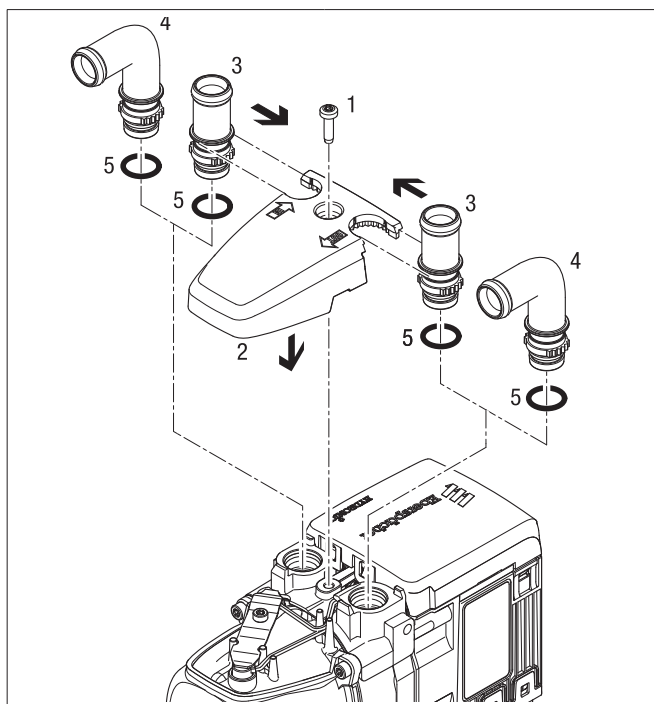

Bild 13
Beroende på monteringsförhållandena kan de raka (3) eller de vinklade vattenstutsarna (4) monteras tillsammans med sensorkåpan, se Bild 13.